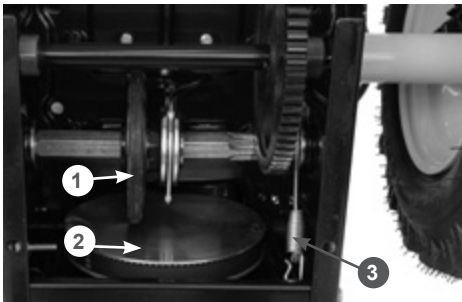

**Рис. 10 Крепление оболочки троса включения хода**
- закрепите оболочку троса в кронштейне на задней стороне панели, как показано на Рис. 10, и закрутите гайки, не затягивая их.
- отпустите рычаг включения хода. Между резиновым фрикционным колесом 1 и ведущим диском 2 должен быть зазор не менее 1 мм (Рис. 11); При необходимости, отрегулируйте трос с помощью гаек 1 (Рис. 10). После регулировки затяните гайки;